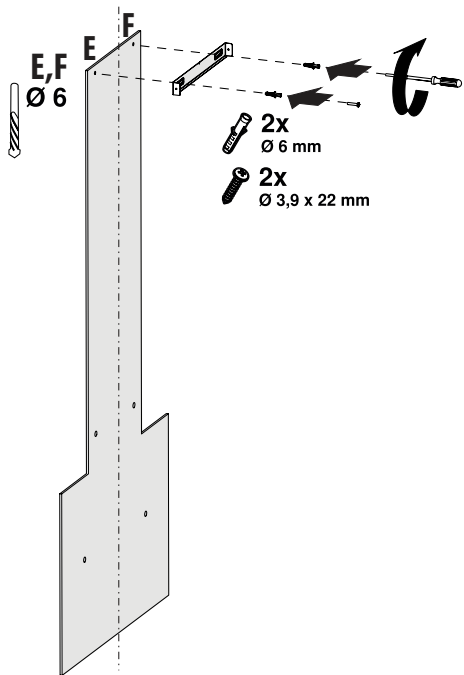

Abb. 9
- Legen Sie das im Zubehör enthaltene Verbindungsblech für den Schacht, unter Berücksichtigung der minimalen und maximalen Abmessungen der Dunstabzugshaube, den dreieckigen Ausschnitt im mittleren Teil des Verbindungsbleches an die Wand, sodass es mit der Mittellinie übereinstimmt (Abb. 9). Markieren Sie die Punkte E und F.
- Bohren Sie die markierten Punkte E- und F mit einem $\text{\O}6$ mm Bohrer und setzen Sie 6 mm Dübel ein. (Abb. 9).
- Das Verbindungsblech für den Schacht mit den 3,9x22 Schrauben befestigen. (Abb. 9).